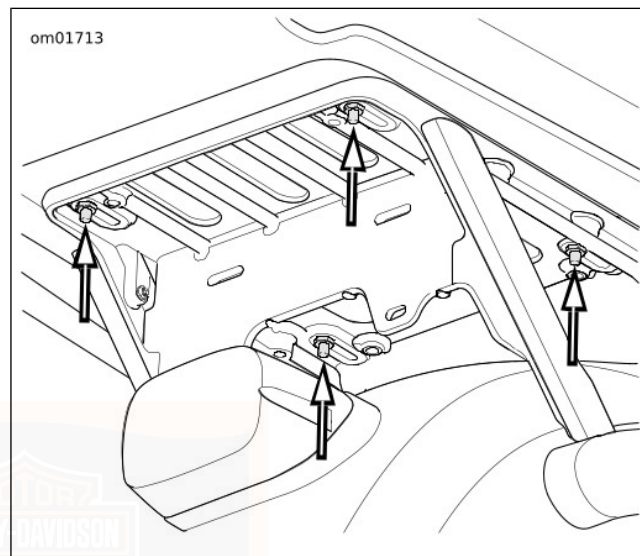

Figura 61. Regolazione della posizione del Tour-Pak
1. Vedere Figura 61 . Allentare i quattro dadi che fissano il Tour-Pak al supporto.